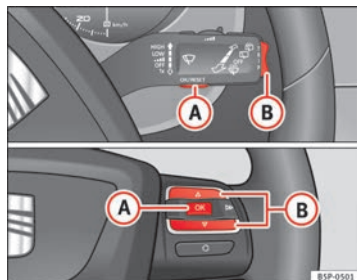

Fig. 41 Commandes à bascule A et B. Commandes au volant.
- Lorsque le contact est mis, appuyez brièvement sur la touche ⇒ fig. 41 **A** du levier d'essuie-glace pour passer d'une mémoire à l'autre ou appuyez sur la touche **A** des commandes au volant ⇒ fig. 41.